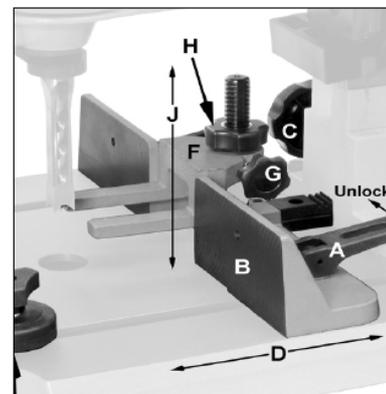

Рис. 4
Упор (B, Рис. 4) переставляется при помощи установочных рукояток (C) и фиксируется при помощи зажимов (A).